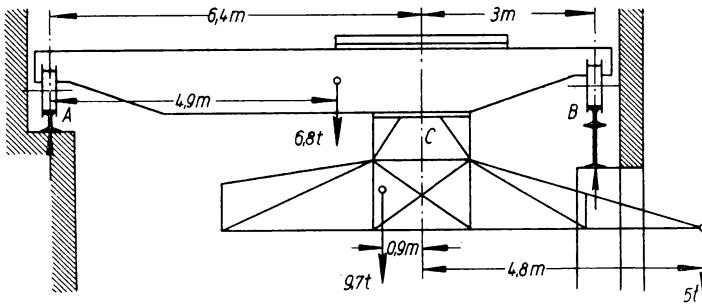

Bild 157
- 291.** Ein Laufdrehkran (Bild 157) besteht aus einem fahrbaren Laufkran-gerüst von 6,8 t Eigengewicht und einem daran aufgehängten, um die Achse C schwenkbaren Drehkran von 9,7 t Eigengewicht. Letzterer trägt am Ende seines